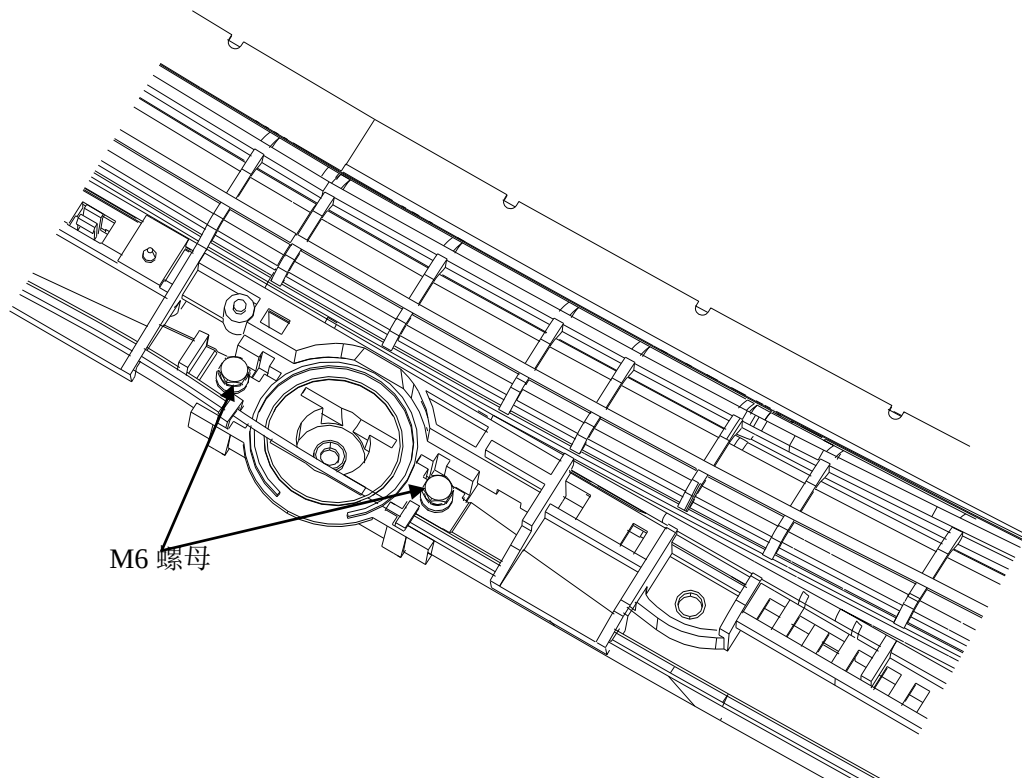

图 3-4-1-1 拆天窗电动机
(1) 拆下车顶内衬。
(2) 按图 3-4-1-1 所示方法断开并取下插头，卸下螺栓。
(3) 拆下天窗电动机。
(4) 按照与拆卸相反的顺序安装电动机。安装完毕之后，连接插头并检查电动机运行情况。